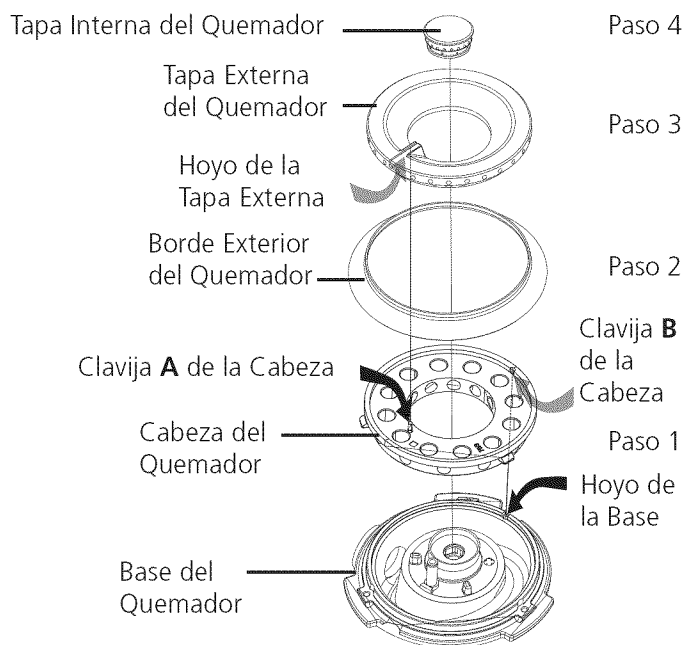

Figura 9
- Para instalar la cabeza del Quemador, las Tapas y el Borde exterior, referir a la figura 9 y seguir los siguientes pasos: